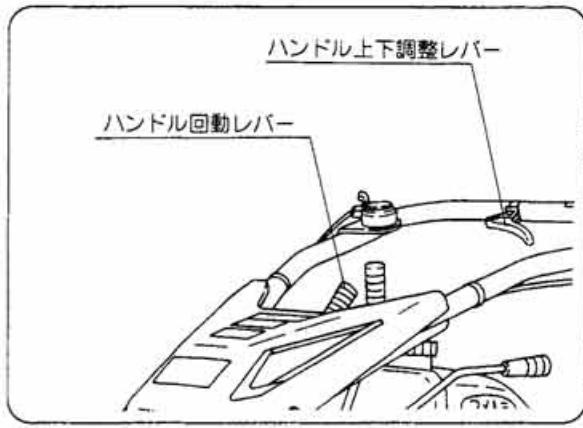

図23
- ① ハンドル左右の調整は、ハンドル回動レバーを下方向に押して（ハンドルを少し持ち上げると楽に動く）左右方向に移動してください。（図23）